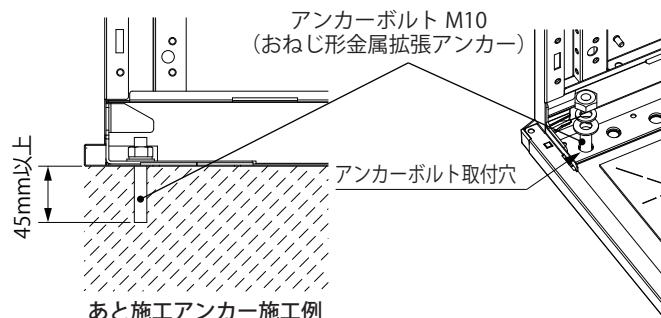

図2
2. ラック本体底面のアンカーボルト取付穴φ12(4か所)に、アンカーボルト M10 で床面に固定してください。(図2)